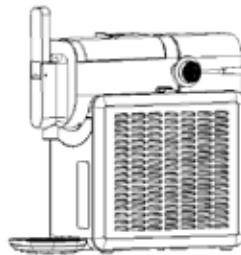

Fig. 2
8. Coloque la rejilla de goteo en la bandeja de goteo y deslice la bandeja de goteo en la parte inferior del aparato (fig. 2).